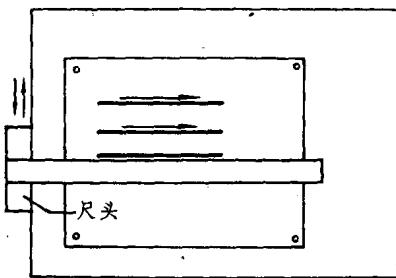
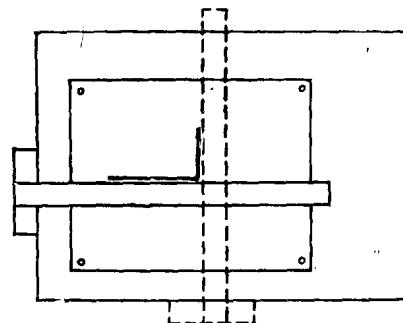

图 1-1 尺头必须在图板左边滑动
图 1-2 丁字尺不得在图板各边轮换使用
1. 尺头必须沿图板的左边缘滑动使用（图1-1）。在画同一张图纸时，尺头不得在图板的其它各边滑动，以避免图板各边不成直角时，画出的线不准确（图1-2）。